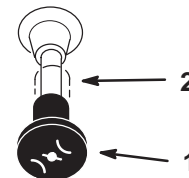

Bild 11
- Schieben Sie, nachdem der Motor angesprungen ist, den Chokehebel langsam auf AUS (Bild 11). Stellen Sie, wenn der Motor aussetzt oder unregelmäßig läuft, den Chokehebel für ein paar Sekunden wieder zurück auf EIN. Stellen Sie dann den Gashebel auf die gewünschte Stellung. Wiederholen Sie diesen Vorgang nach Bedarf.